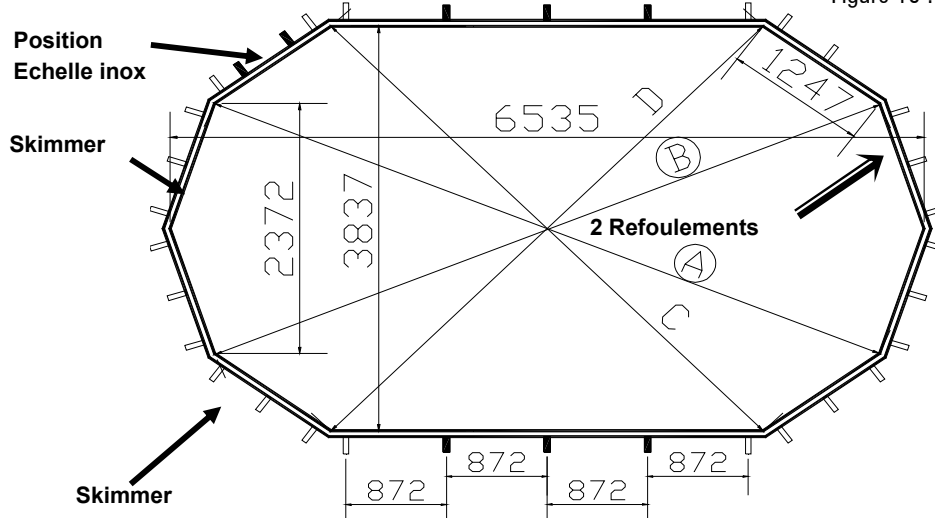

Figure 10 :
- Ajuster la forme de la piscine en vous aidant des dimensions intérieures indiquées sur les plans (Figure 10).
- Le réglage est parfait lorsque toutes les diagonales opposées sont égales ; $A=B$ et $C=D$ (fig.10).